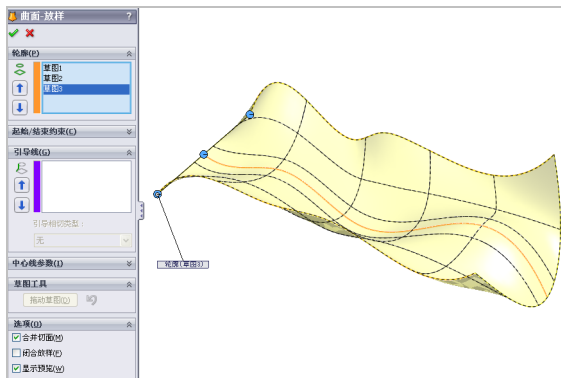

图 7-60 选择样条曲线对象
(3) 弹出【曲面-放样】属性管理器，在绘图区中依次选择样条曲线对象，如图 7-60 所示。